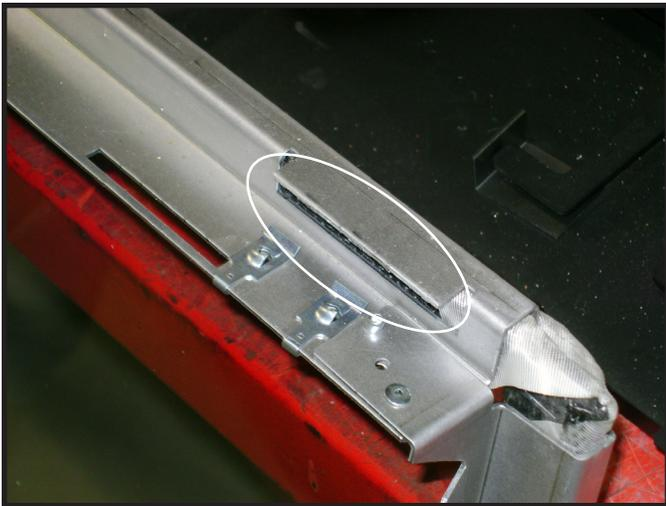

Figure 11.1 Détail de la languette supérieure de la vitre
1. Identifiez le haut et le bas de l'assemblage de la vitre. Le sommet du cadre de la vitre possède trois rainures d'engagement. La rainure d'engagement est mise en évidence dans la figure 11.1.